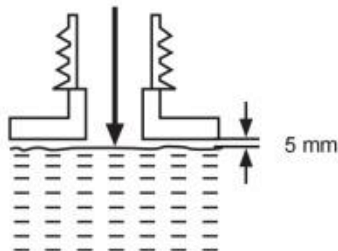

Fig. 17
3) Vul de vorm niet te vol en laat ongeveer 5 mm ruimte over aan de onderrand. laat het smeermiddel uitzetten (Fig. 17).